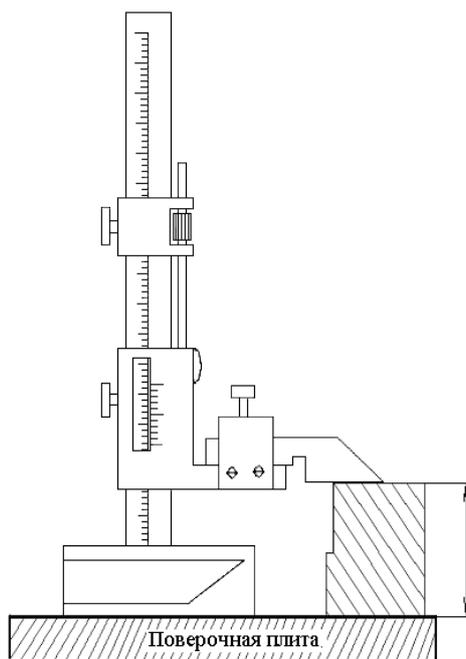

Рис. 11 – Прием измерения
4. Закреплённую на рамке измерительную ножку 10 или 13 правой рукой перемещают по шкале штанги до тех пор, пока она не соприкоснётся с измеряемой поверхностью (рис. 11). Левая рука в это время придерживает основание инструмента, предотвращая случайные сдвиги;